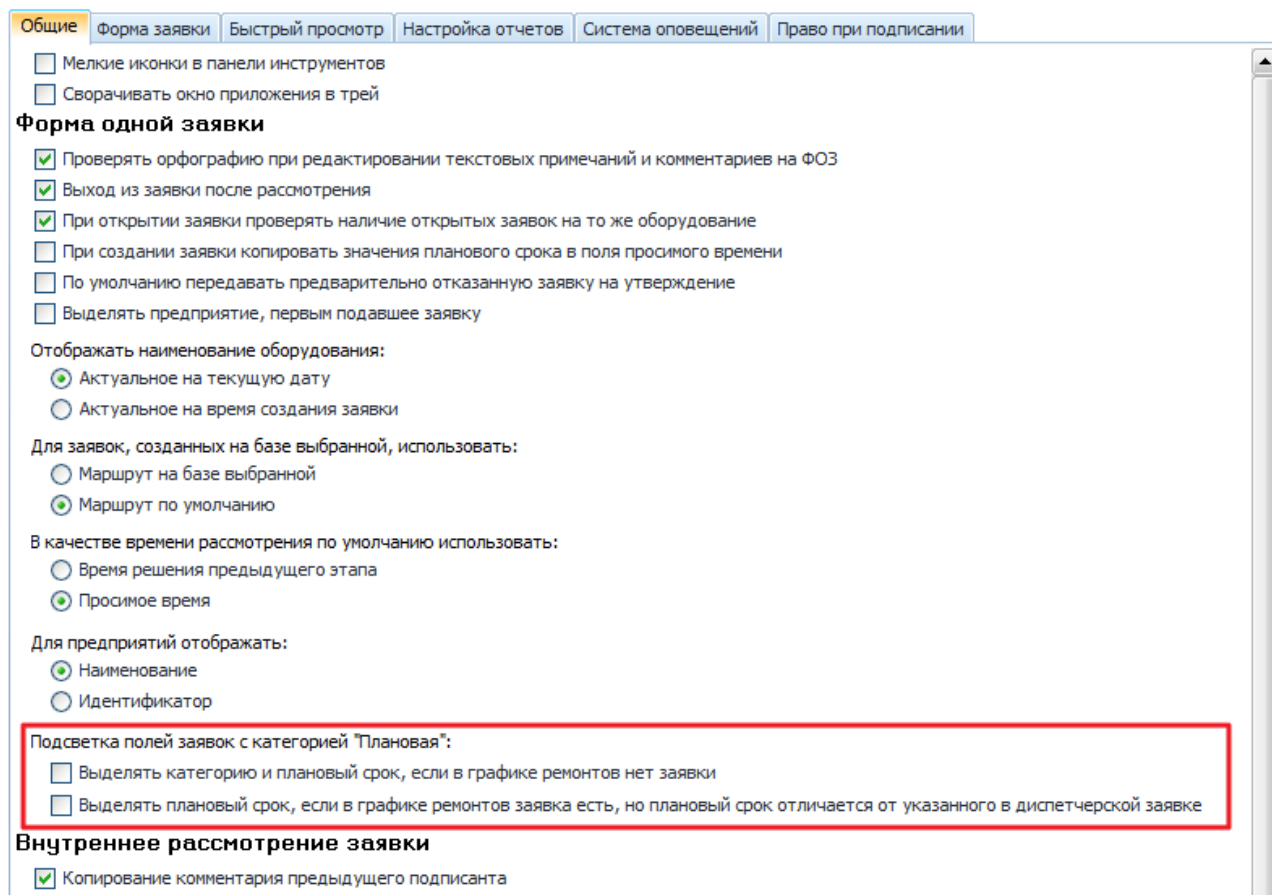

Рисунок 16.12 – Настройка выделения полей «Категория заявки» и «Плановый срок»
– «Подсветка полей заявок с категорией «Плановая»». В зависимости от выбранного значения происходит следующее (Рисунок 16.12):